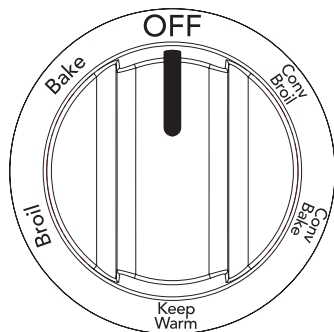

Figure 13 : Sélecteur oven mode (mode du four)
3. Réglez le sélecteur **oven mode** (mode du four) sur la position **bake** (cuisson) (Figure 13).
1. Disposez la grille du four lorsque le four est froid. Réglez le sélecteur oven mode (mode du four) sur la position broil (gril) (Figure 13).